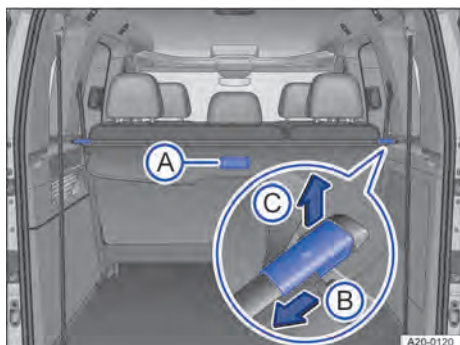

Fig. 148 Dans le compartiment de charge : couvercle-coffre
1. Tirez le couvercle-coffre légèrement vers l'arrière par la poignée → fig. 148 (A).
1. Tirez le couvercle-coffre déroulé par la poignée → fig. 148 (A) vers l'arrière de manière régulière.
1. Déverrouillez le couvercle-coffre dans le sens de la flèche → fig. 148 (B) et levez-le dans le sens de la flèche → fig. 148 (C).
2. Tirez le verrouillage du couvercle-coffre dans le sens de la flèche → fig. 148 (B) et maintenez-le dans cette position.